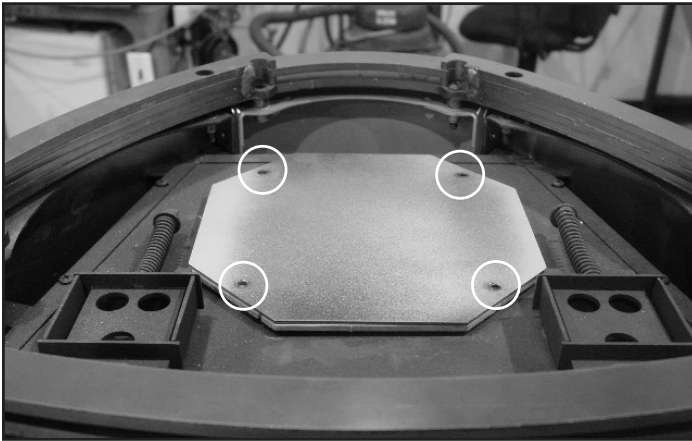

Figure 8.12
9. Installez la plaque de couvercle et le joint d'étanchéité retirés de l'arrière du poêle au-dessus du poêle en utilisant les vis précédemment retirées. (Figure 8.12).
10. Réinstallez la barrière de sécurité en l'installant sur les deux (2) broches de placement.